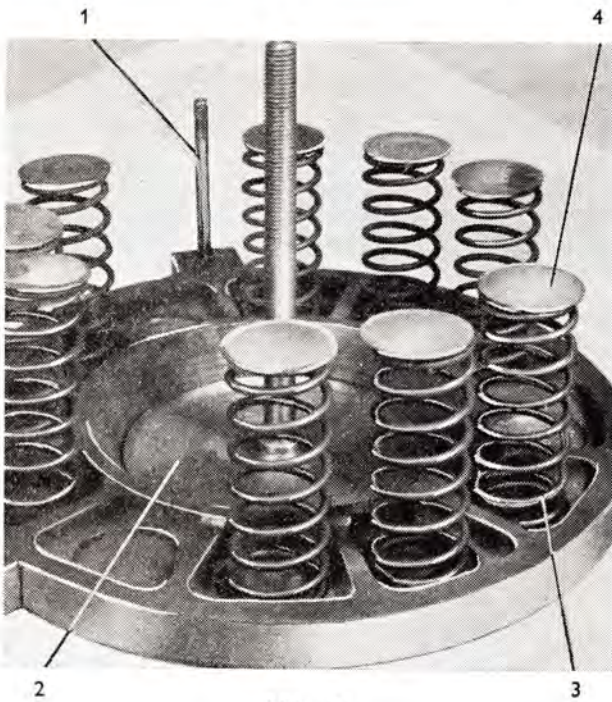

Abb. 54
- Die Kupplungsdruckscheibe ist mit drei Schrauben (Abb. 54/1) auf den Teller des Kupplungsabziehers (Abb. 54/2) aufzuschieben.
- In die Vertiefung innerhalb der Kupplungsdruckscheibe sind Unterlagscheiben einzulegen, auf diese die Druckfedern (Abb. 54/3) und abermals Unterlagscheiben (Abb. 54/4). Die Anzahl der Federn am Umfang der Kupplungsdruckscheibe beträgt beim Schlepper Zetor 2511 — 6 Stück, beim Schlepper Zetor 3511 — 9 Stück, beim Schlepper Zetor 4511 — 12 Stück. Die Federn sind am Umfang gleichmässig verteilt.